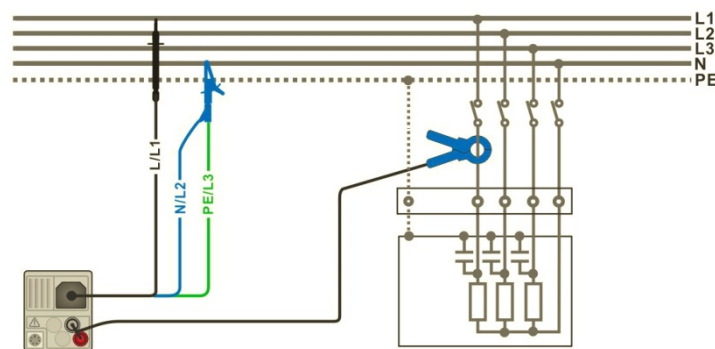

Abbildung 7.59: Messverfahren Leistungsmessung
- › Schließen Sie die Spannungsmessleitungen und die Stromzange am Prüfling an (siehe *Abbildung 7.59*).